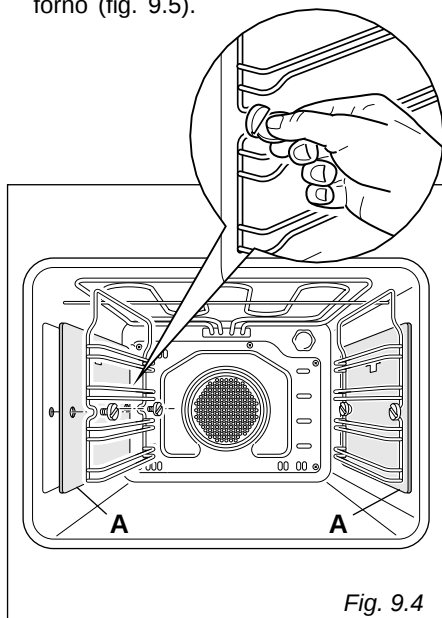

Fig. 9.4
- Nos modelos em que existem grades, interponha os painéis autolimpantes “A” com a flecha dirigida para cima (Fig. 9.4).
- Desaparafuse os parafusos de bloqueio e retire as grades laterais e os painéis autolimpantes, se tiverem sido fornecidos, das paredes do forno (fig. 9.4).